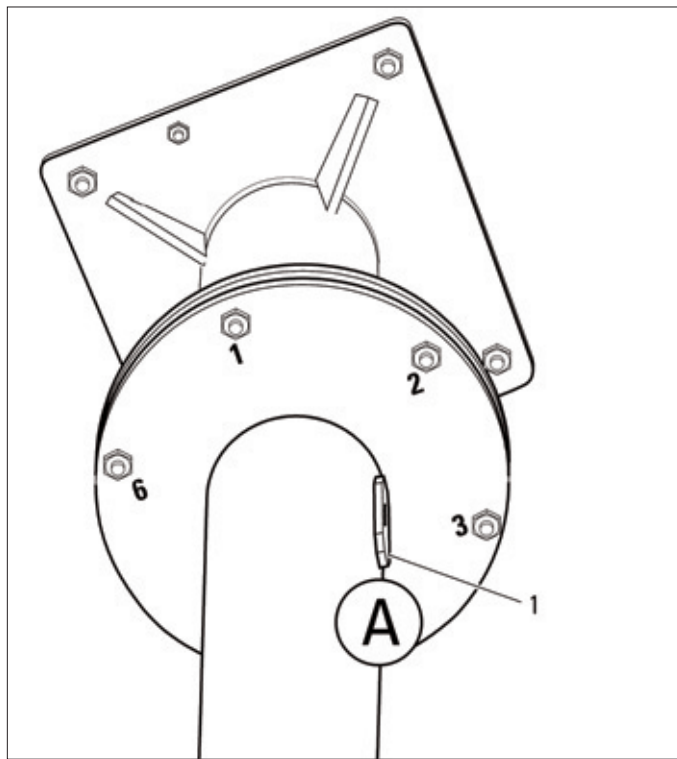

Bild 1
- ⇒ Präzisionswasserwaage (1) auf Seite **A** unterhalb der Schraube **2** senkrecht an das oberste Segment des Leica Mini Mounts anlegen (Bild 1).